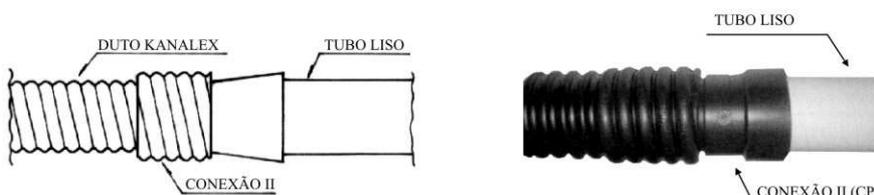

Figura 29
4.3.2 - MÉTODO DE EXECUÇÃO DE EMENDA DOS DUTOS KANALEX COM UTILIZAÇÃO DA CONEXÃO II E CONEXÃO II (CP)
- b) Rosquear totalmente a conexão II no duto corrugado e introduzir o tubo liso na outra extremidade da mesma (Figura 29).